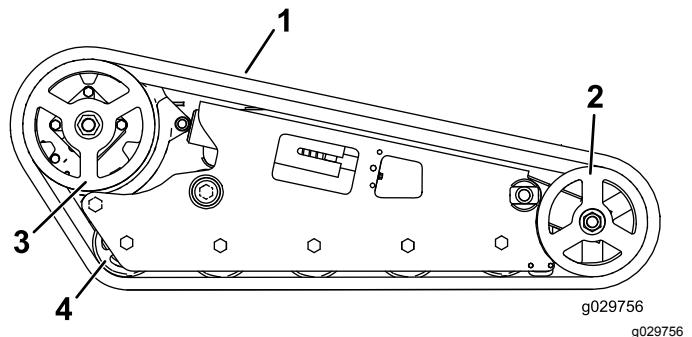

Figure 56
**Important:** Nettoyez soigneusement les galets de roulement, la roue avant et le pignon d'entraînement (Figure 56). Les galets de roulement doivent tourner librement lorsqu'ils sont propres.